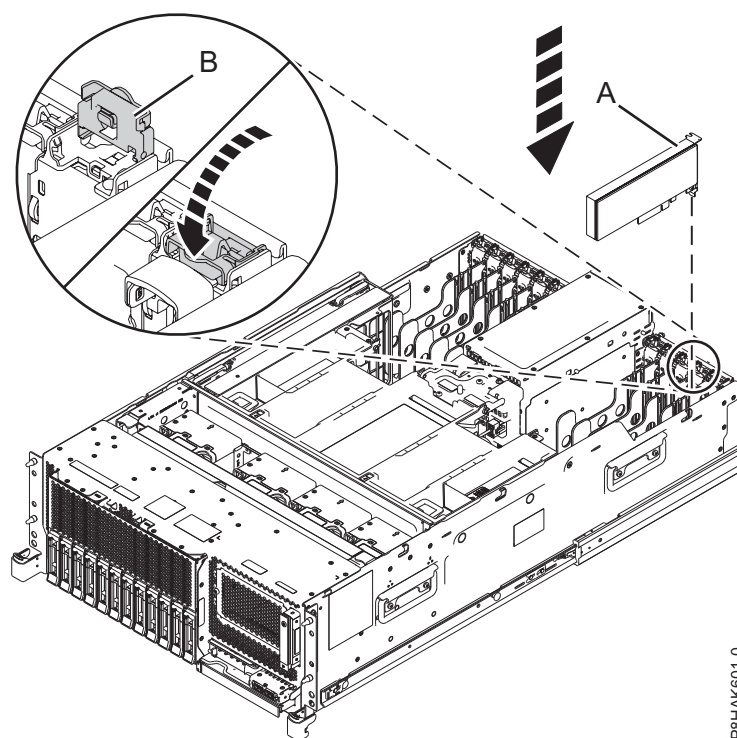
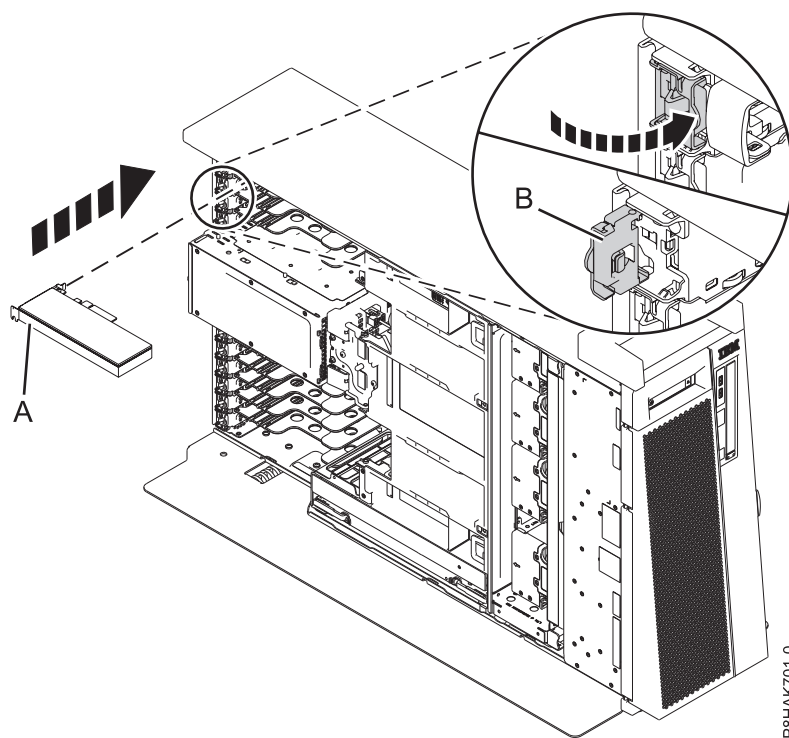

Figura 27. Instalar ou substituir um adaptador PCIe num sistema montado em bastidor
Figura 28. Instalar ou substituir um adaptador PCIe num sistema 8286-41A autónomo
6. Se a patilha do adaptador (B) na ranhura alvo não estiver na posição aberta, puxe a patilha para a posição aberta ao rodar a patilha para fora do respectivo clip na parte posterior do sistema, como demonstrado em Figura 27 na página 31 e Figura 28 na página 32.
7. Agarre cuidadosamente o adaptador pela respectiva aresta superior ou contraponto e alinhe o adaptador com a ranhura e o respectivo conector no painel posterior do sistema (A), conforme demonstrado em Figura 27 na página 31 e Figura 28 na página 32.
10. Para bloquear o adaptador na respectiva ranhura, rode a patilha do adaptador (**B**) na direcção demonstrada em Figura 27 e Figura 28 na página 32.